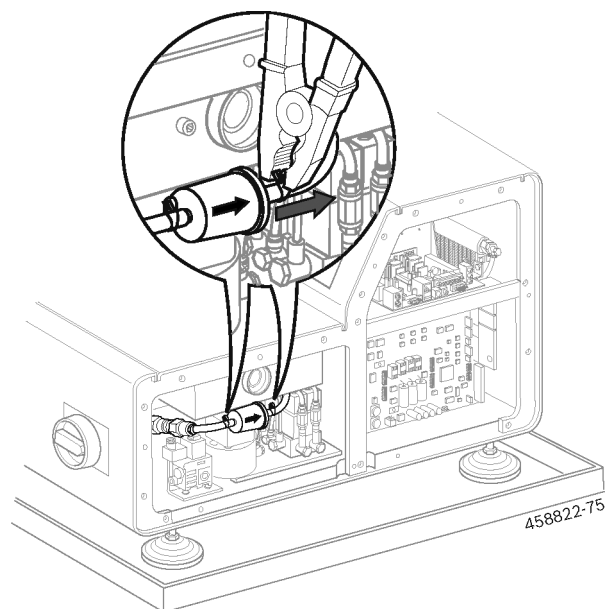

Рис. 44. Трубчатый фильтр расходомера
5. Плоскогубцами сдвиньте хомуты с соединений трубчатого фильтра на шланги (рис. 44).